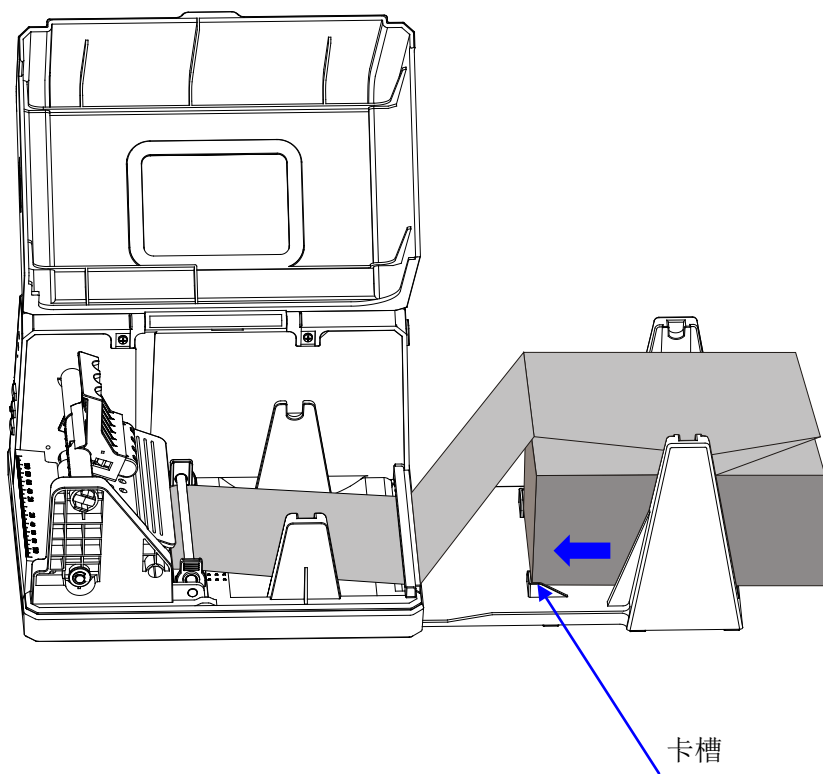

图 5-15
5. 将折叠标签置于外挂支架的卡槽内，标签顶到卡槽前边缘（图 5-15）。